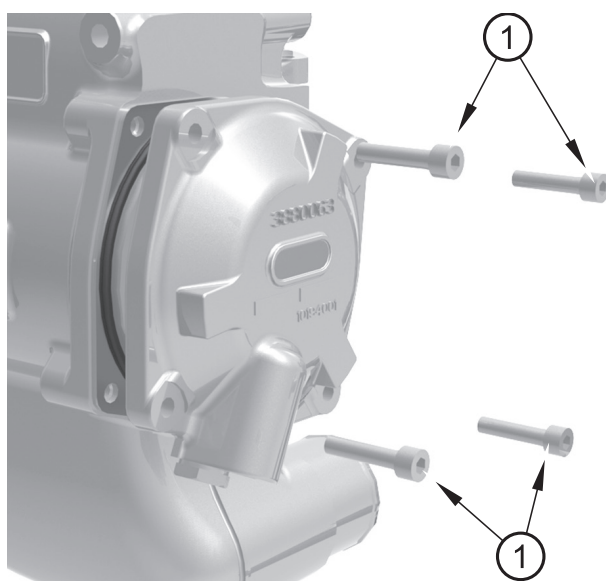

Figure 18
7. Déposez le bouchon d'extrémité en desserrant les vis (figure 18, repère 1).